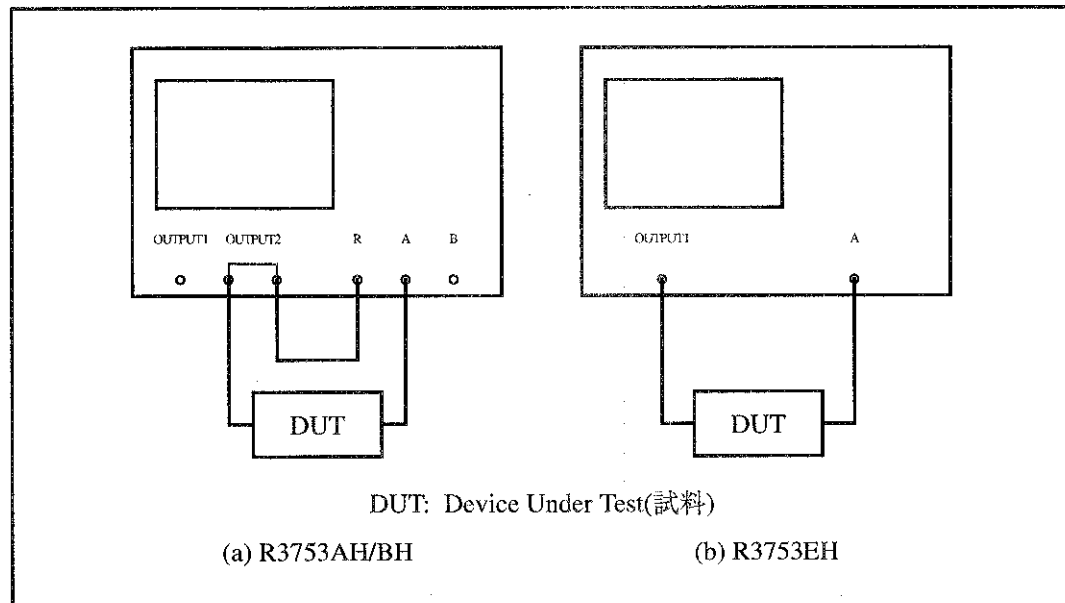

図 3-2 セットアップ (DUT の接続)
R3753AH/BH の場合には、OUTPUT2 コネクタと A コネクタの間にフィルタを接続し、OUTPUT2 コネクタと R コネクタをケーブルで接続します (図 3-2(a))。
R3753EH の場合には、OUTPUT1 コネクタと A コネクタの間にフィルタを接続します (図 3-2(b))。
- ① セットアップ(フィルタ接続)およびプリセットを行います(3.1.2項、図3-2を参照)。
- ② 測定フォーマットを、振幅(対数表示)にします。
- ① セットアップ(フィルタ接続)およびプリセットを行います(3.1.2 項、図 3-2 を参照)。
- ② 測定フォーマットを位相表示にします。